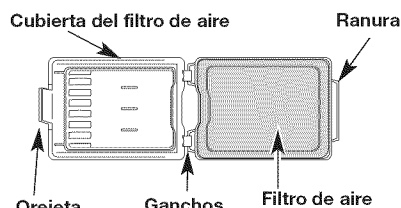

Fig. 23
1. Abra la cubierta del filtro de aire. Empuje hacia adentro la orejeta del lado derecho de la cubierta, y extraiga la cubierta del filtro de aire hacia afuera y hacia la izquierda (Fig. 23).
2. Retire el filtro de aire (Fig. 23).
6. Vuelva a colocar el filtro de aire en la placa de base (Fig. 23).